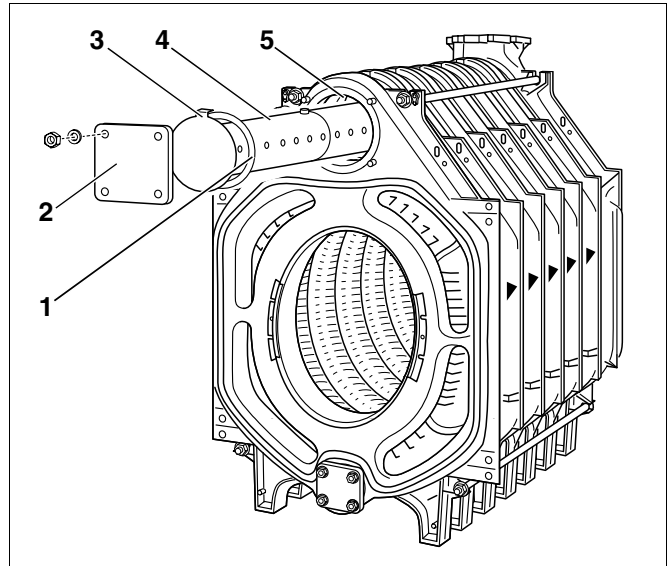

Рис. 24 Монтаж подпиточной трубы
Подпиточная труба (рис. 24, поз. 4) у котлов с 10-12 секциями состоит из 2 частей.
- Надеть плоское уплотнение на подпиточную трубу (рис. 24, поз. 1).
- Установить заглушку (рис. 24, поз. 2).
- Следите за тем, чтобы выступ (рис. 24, поз. 3) на закрывающей пластине подпиточной трубы вошел в паз в верхней ступице котла (рис. 24, поз. 5).